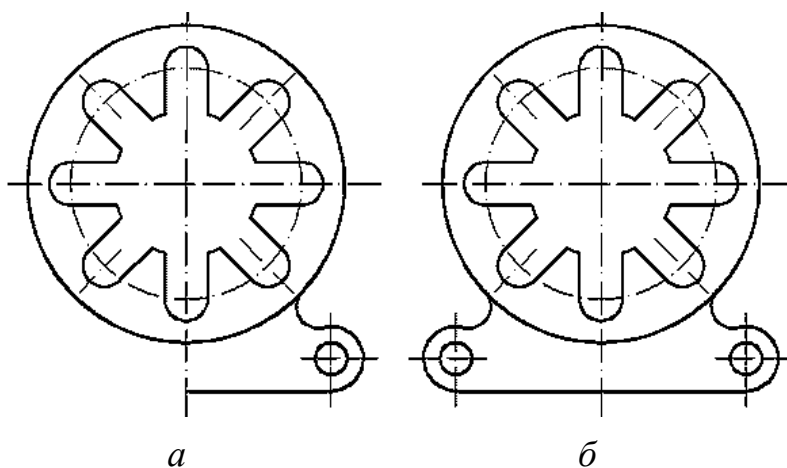

Рис. 7. Зеркальное отражение части круга:
6. Обрезать часть круга радиусом 12 мм и получившуюся часть делали зеркально отразить (рис. 7). Для этого выбрать команду *Зеркальное отражение*  на панели *Рисование*: